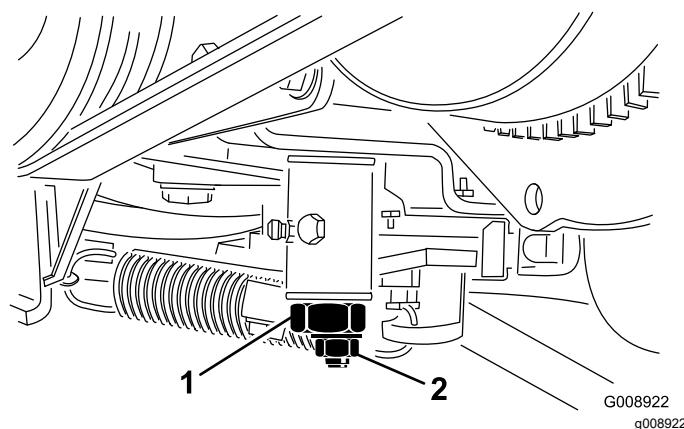

Figura 51
2. Desaperte o dispositivo de ligação do cabo do acelerador na alavanca da bomba de injeção (Figura 51).